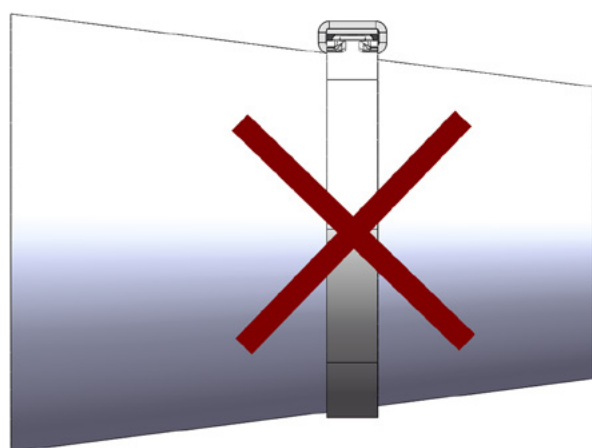

Fig. 25 Aplicación indebida de la abrazadera de banda WingGuard® en una superficie cónica
- ▶ La abrazadera de banda WingGuard® no debe montarse sobre superficies cónicas (consulte Fig. 25).